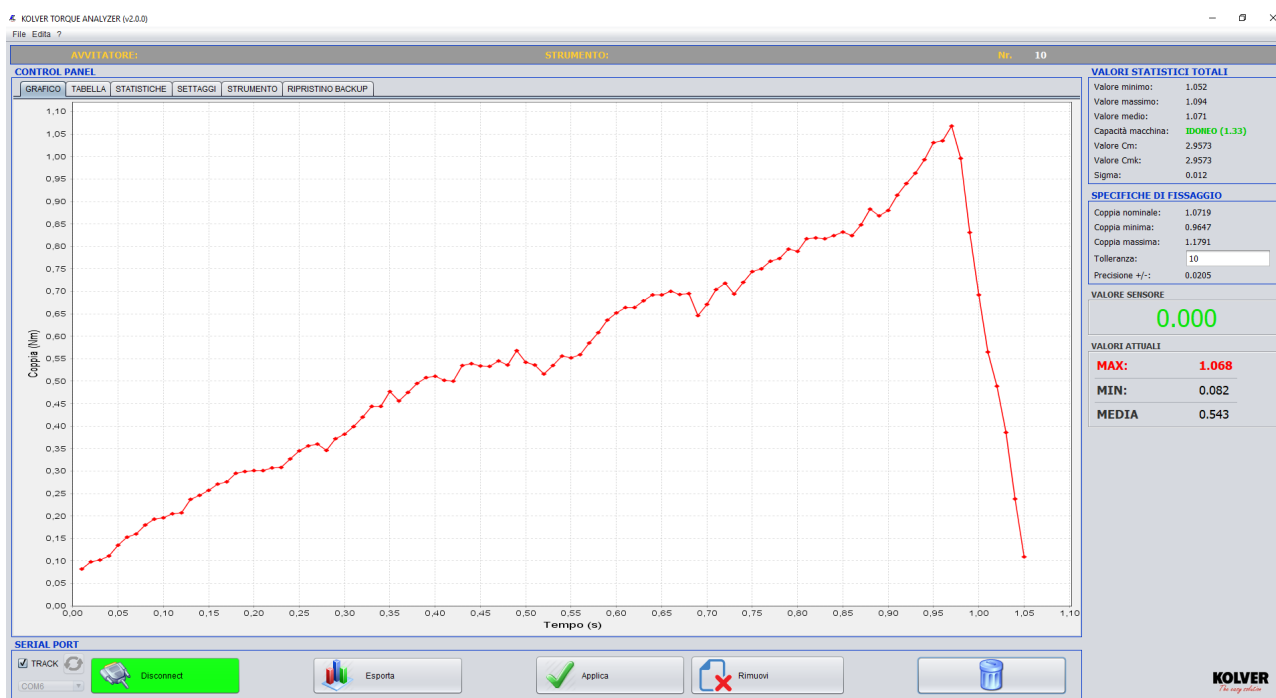

Fig.3: Acquisizione segnale di coppia in mod. Track.
In Fig.3 viene riportato un esempio di acquisizione in modalità track.
- A. GRAFICO:** Questa area di lavoro permette la visualizzazione grafica delle acquisizioni, siano esse in modalità ‘track’ o ‘Massimo valore’ (Fig.3), con la possibilità di effettuare degli zoom su aree specifiche della curva.